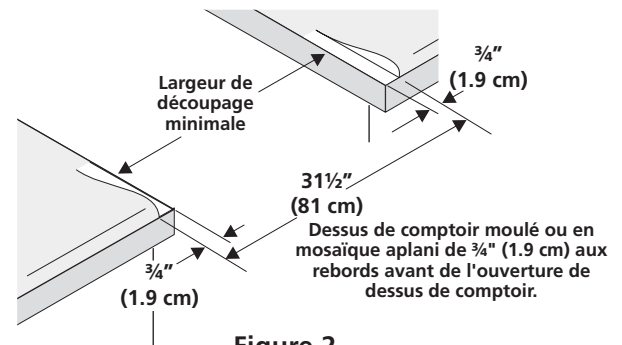

Figure 2
- Les dessus de comptoir au rebord avant moulé doivent être aplanis de  $\frac{3}{4}$ " (1.9 cm) à chaque coin avant de l'ouverture (Figure 2).
- Il est possible qu'il soit nécessaire d'araser de  $\frac{3}{4}$ " (1.9 cm) les dessus de comptoir en mosaïque à chaque coin avant et/ou d'aplanir le rebord arrondi (Figure 2).